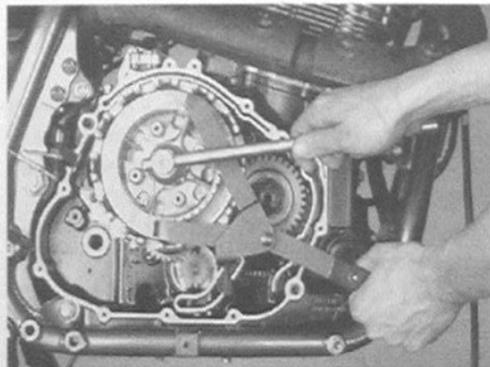

Bild 103
- Blechlasche flachbiegen, mit Suzuki-Spezialwerkzeug 09920-53710 Kupplungsnahe gegenhalten und Kupplungsmutter ausdrehen (Bild 103).